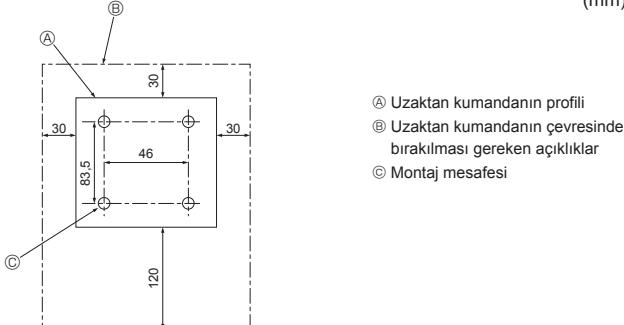

Fig. 6-2
6.2. Uzaktan kumanda (Fig. 6-2) Kablolu Uzaktan Kumanda İçin